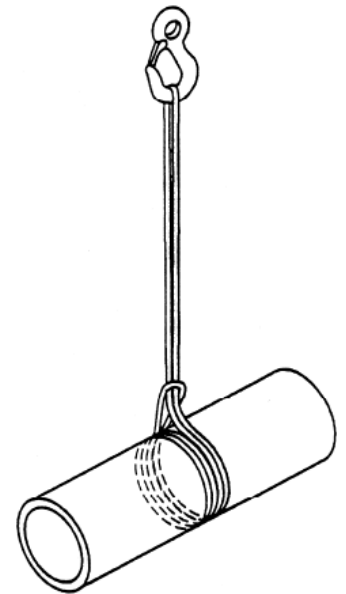

Fig. 1
- Wenn ein Hebeband im Schnürgang verwendet wird, sollte es so angebracht werden, dass es den natürlichen Schnürwinkel (120°) bilden und Wärmeentwicklung durch Reibung vermeiden kann. Es sollte niemals eine Position für die Rundschnüngen erzwungen werden, und es sollte keinesfalls versucht werden, die Schnürung nachzuspannen. Das korrekte Verfahren zur Sicherung einer Last im doppelten Schnürgang wird im Bild 1 dargestellt. Ein doppelter Schnürgang bietet eine größere Sicherheit und verhindert, dass die Last durch die Rundschnüngen rutscht.